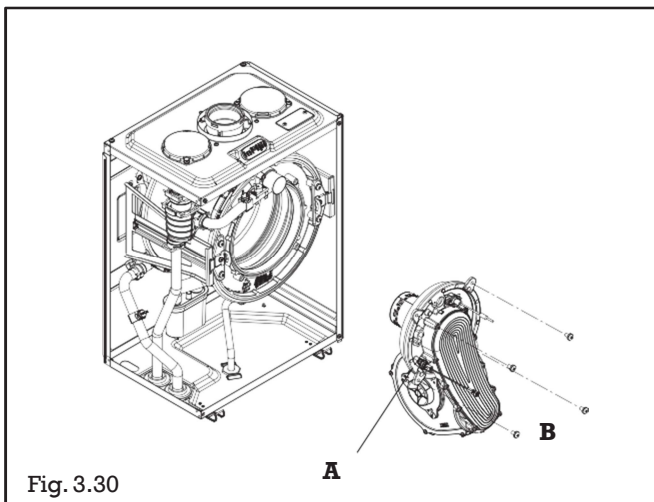

Fig. 3.30
- dividere l'insieme ventilatore/bruciatore (A) dello scambiatore (4 dadi (B) fig.3.30)